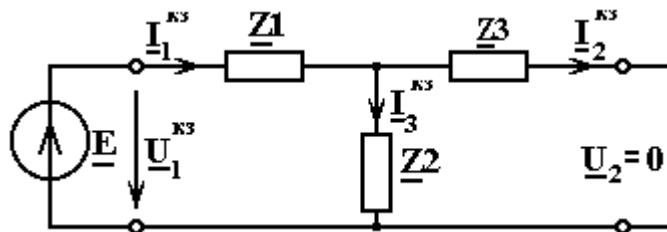

Рис.5.5
3.1. Схема четырехполюсника в режиме короткого замыкания (рис.5.5)